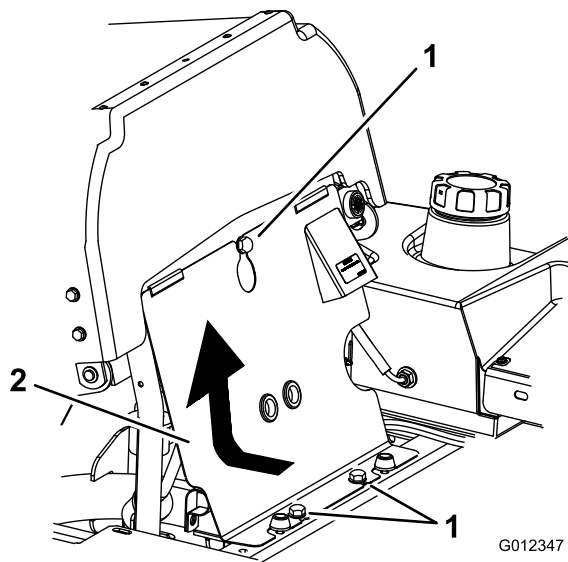

Figura 66
3. Inclíne el asiento hacia adelante, afloje los pernos y retire el panel delantero del motor (Figura 66).